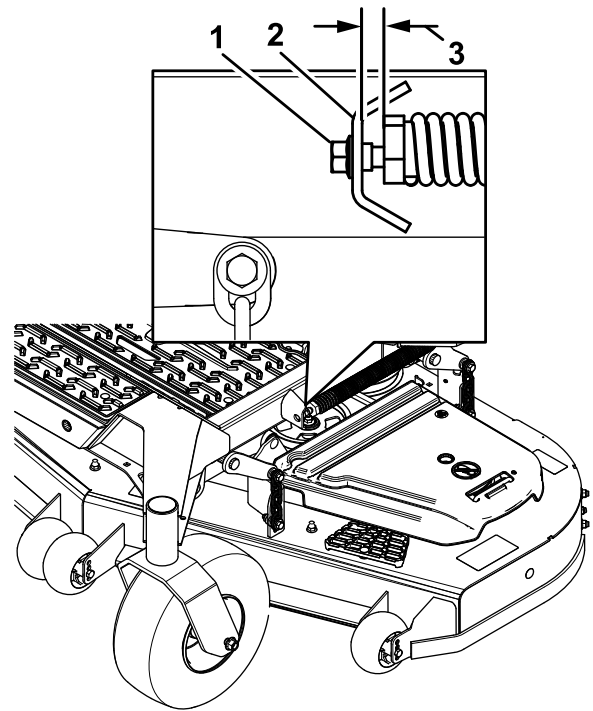

Figura 87
10. Afloje lentamente el tornillo de ajuste del muelle auxiliar de elevación hasta que pueda retirar el tornillo (Figura 87).